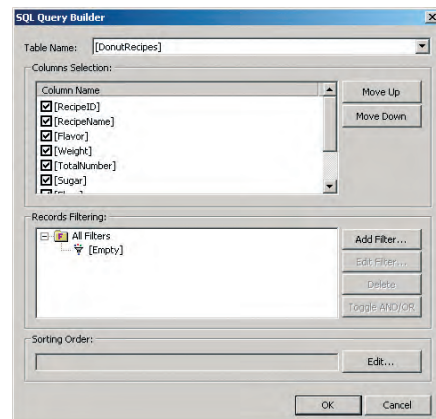

Рис. 38. Мастер построения запросов SQL
- Выберите пункт **SQL Select Statement** (Выбор строки SQL) и нажмите кнопку **Edit** (Изменить). Будет открыто окно **SQL Query Builder** (Мастера построения запросов SQL), показанное на рис. 38.
7. Выберите таблицу **DonutRecipes** в поле **Table Name** (Имя таблицы) и укажите в поле **Columns Selection** (Выбор столбцов) все поля базы данных. Окно **SQL Query Builder** примет вид, показанный на рис. 38.